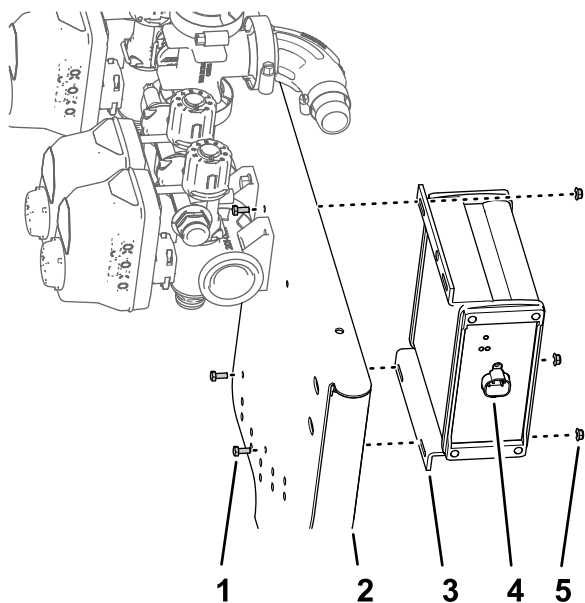

图96
2. 使用 3 个螺栓 3 x 10mm 和 4 个凸缘锁紧螺母 4mm 将打药车控制器安装到阀门安装架上 图96。
1. 将 ASC 10 打药机控制器与阀门安装架前侧对齐 4 针接头向外 图96。